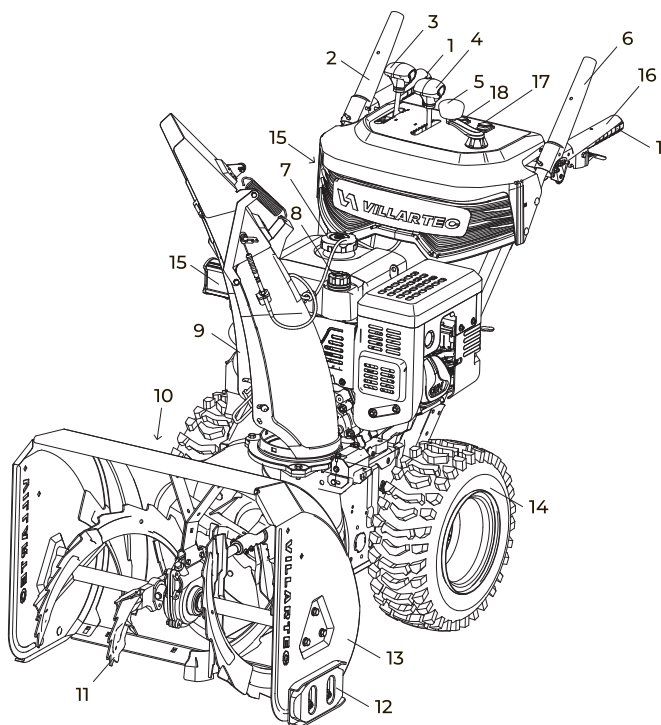

Рис. 1
4.1 Элементы управления и компоненты колесного снегоуборщика (рис. 1).